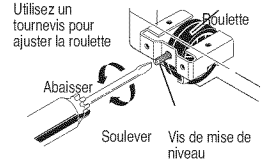

Figure 2
- Si votre réfrigérateur possède des roulettes avec vis de mise de niveau, suivez les étapes de la figure 2.
2. Mettez le réservoir d'eau de côté, sur une surface plane, et retirez le couvercle en tirant dessus (voir **figure 2**).